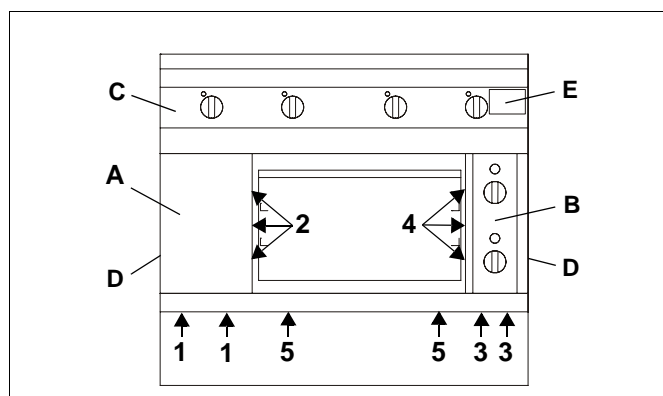
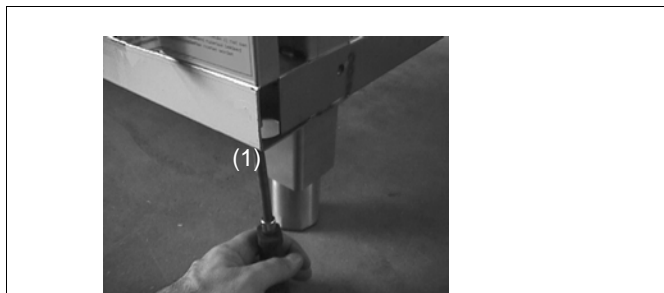

Fig.5 Vue d'ensemble
Fig.6 Frontblenden
La plaque signalétique (E) figure à l'intérieur et à l'extérieur du panneau de commandes (C), à droite (Fig.5).
- ⇒ Desserrez les vis (1 et 3 Fig.5, Fig.6). Si le four est encastré, desserrez
2.2 PANNEAU DE COMMANDE (C)
- ⇒ Desserrez les vis (5 / Fig.5).